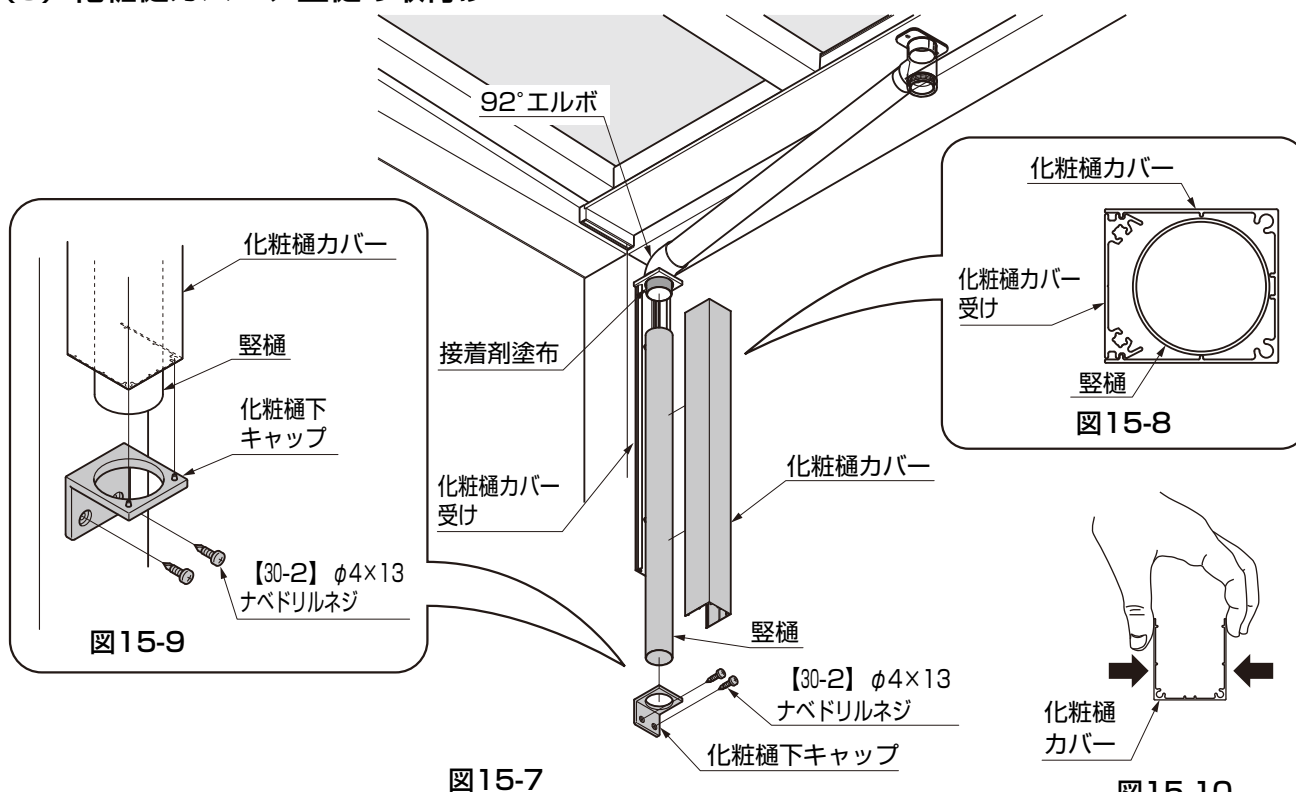

図15-7
- ① 92°エルボに加工した豎樋を取付けてください。
- ② 加工した化粧樋カバーを化粧樋カバー受けにはめ込んでください。(図15-7参照)